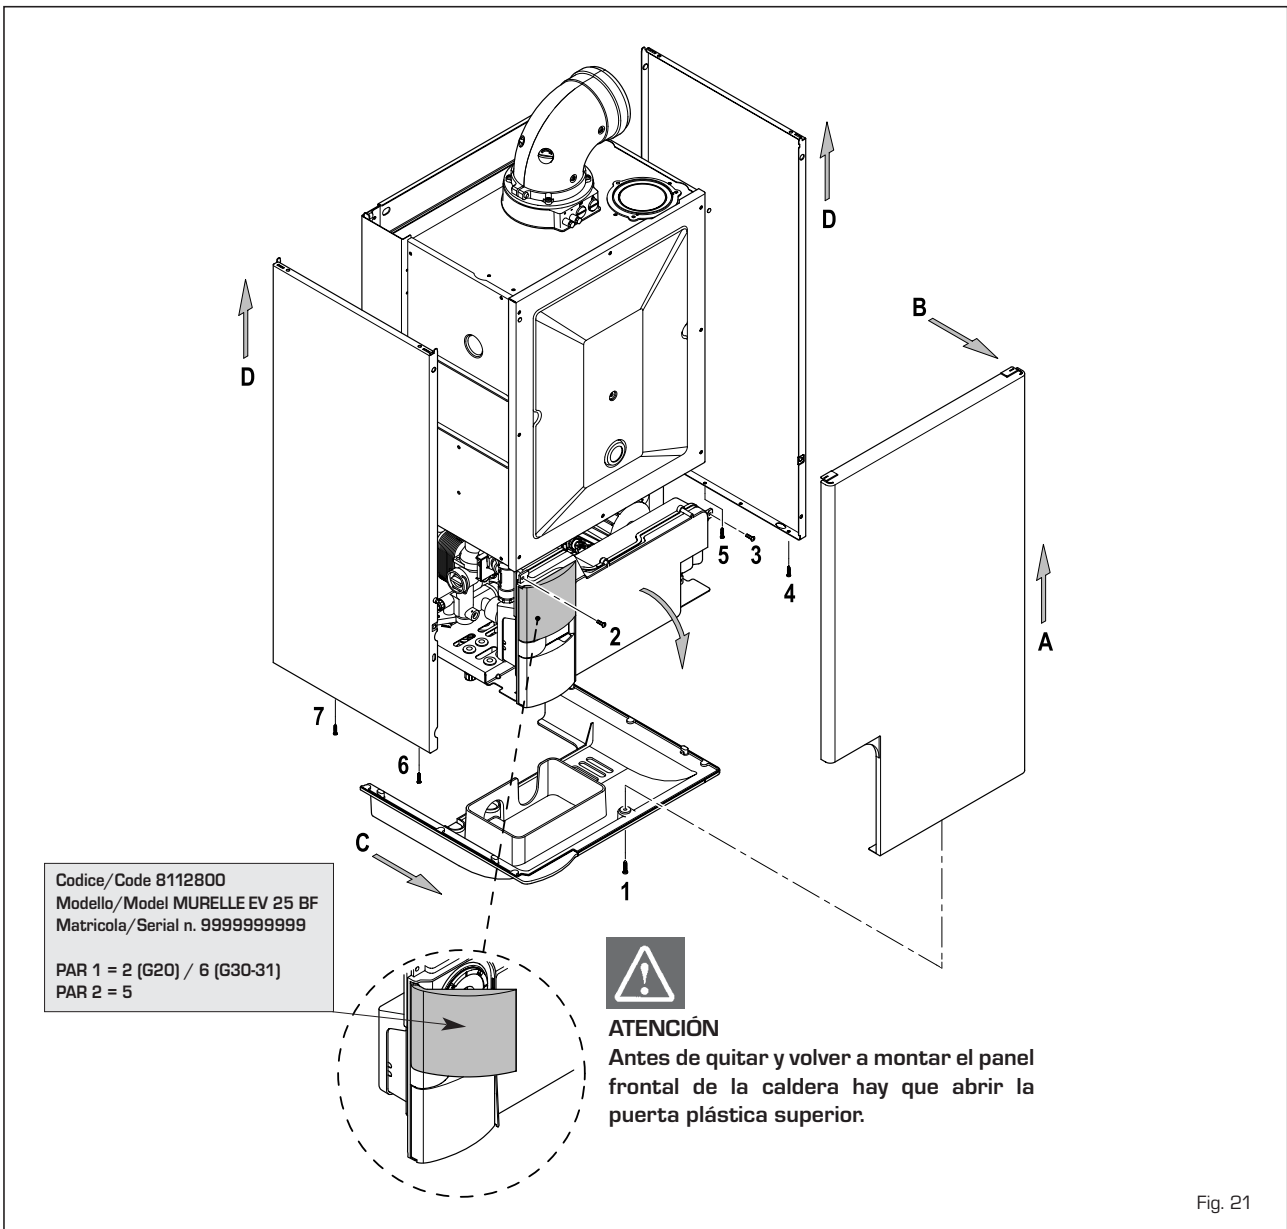

Fig. 21
- En las versiones "BF/BFT" desconecte el tubo de la toma VENT de la válvula [5 fig. 21].
- Quitar la capucha (1) del modulador.
- Regular la presión máxima accionando sobre la tuerca (3) con una llave fija buscando el valor de la presión máxima indicada en la **Tabla 4**.
- Mantener bloqueada la tuerca (3) y girar el tornillo/tuerca (2) para buscar el valor de presión mínima indicado en la **Tabla 4**.
#### 4.3 DESMONTAJE DE LA ENVOLVENTE (fig. 21)
blindaje como se indica en fig. 21.